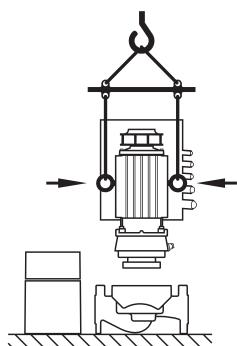

Fig. 9: Транспортировка электродвигателя
- При необходимости, например в случае ремонта, проушины можно перенести с фланца на корпус электродвигателя (см., напр., Fig. 9). Перед монтажом транспортировочных проушин на корпусе электродвигателя необходимо вывернуть дистанционные выключатели из отверстий для транспортировочных проушин (Fig. 7, поз. 20b) (см. главу 10.2.1 «Замена торцевого уплотнения» на странице 247).
- Транспортировочные проушины, перенесенные с фланца электродвигателя на корпус электродвигателя, разрешается использовать только для перемещения/транспортировки съемного блока (Fig. 9), но не всего насоса. Использование проушин для отделения съемного блока от корпуса насоса запрещено.